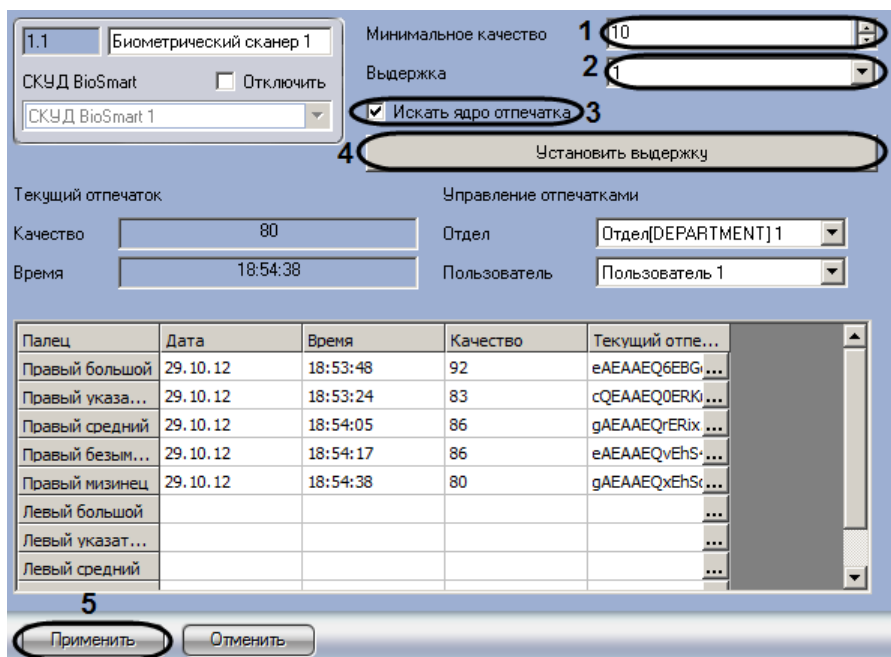

Рис. 3.9—2 Настройка биометрического сканера
- Ввести в поле **Минимальное качество** минимально допустимое качество отпечатка. В случае, если значение ниже указанного, то отпечаток не будет сохранен и не отобразится (см. Рис. 3.9—2, 1).
- Ввести в поле **Выдержка** значение параметра выдержки (см. Рис. 3.9—2, 2).